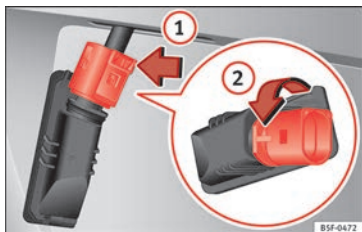

Fig. 118 Éclairage de la plaque d'immatriculation : démonter le support d'ampoules.
3. Sur le verrouillage du connecteur, appuyez » **fig. 118** dans le sens de la flèche ① et tirez sur le connecteur.
4. Tournez la douille dans le sens de la flèche ② et retirez-le avec l'ampoule.
6. Insérez la douille dans l'éclairage de la plaque d'immatriculation et tournez dans le sens contraire de la flèche ② jusqu'en butée.